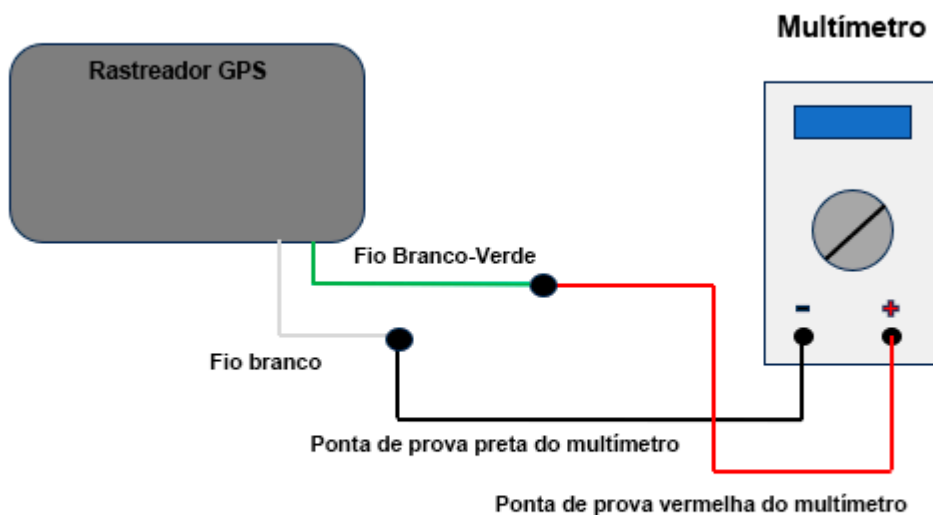

Fig.6 Connection Diagram
2. Monte o circuito de conexão de acordo com o "Diagrama de Conexão da Fig. 6".